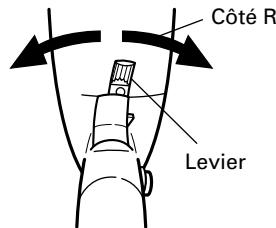

Fig. 2
**6. Vérifier la direction de la tête de vissage (Fig.2)**